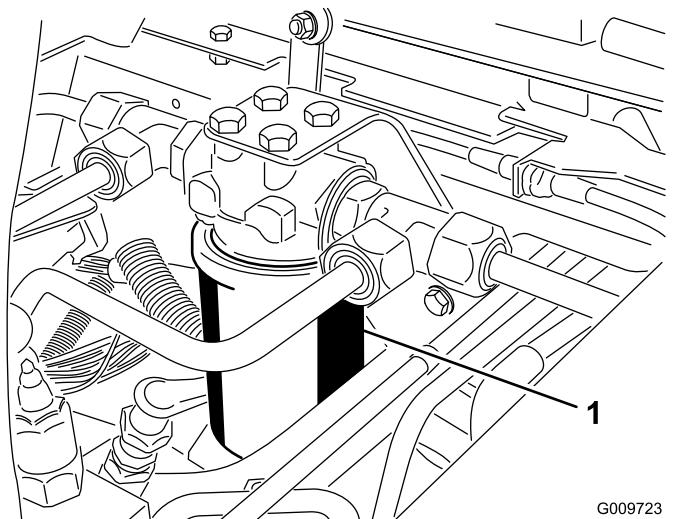
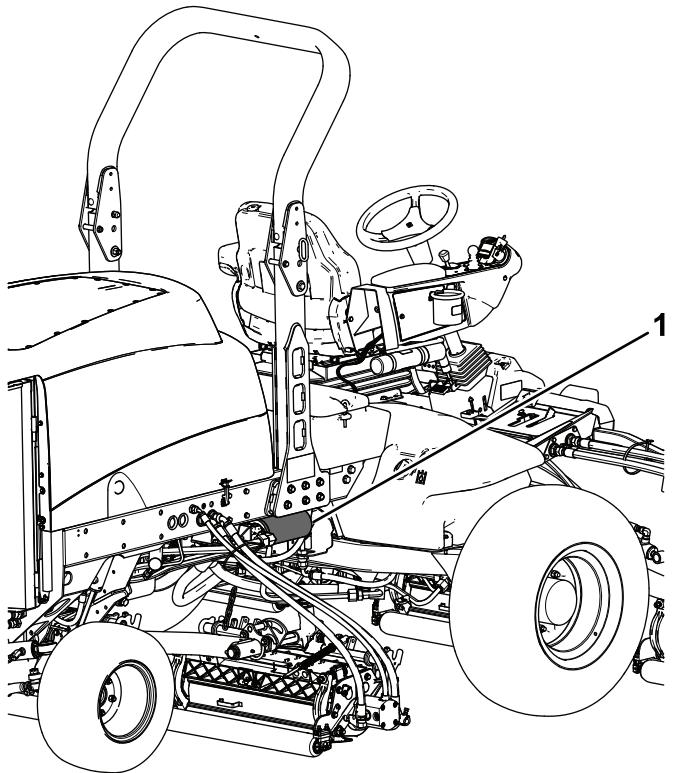

図 79
図 80
- フィルタ図 79と図 80の取り付け部周辺をきれいにふき、下に廃油受けを用意し、フィルタを外す。